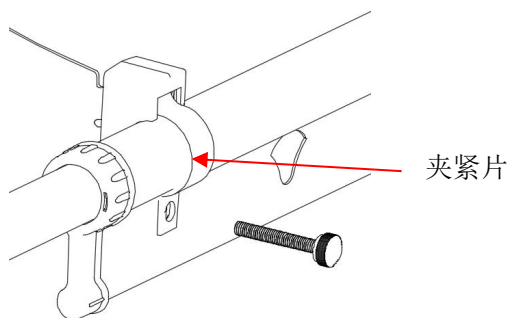

图 6
- a. 安装衣杆组件：拧出胶头螺钉，双手托起固定衣杆，掀起衣杆夹紧片，将固定衣杆塞入，然后拧紧胶头螺钉(如图 6)。